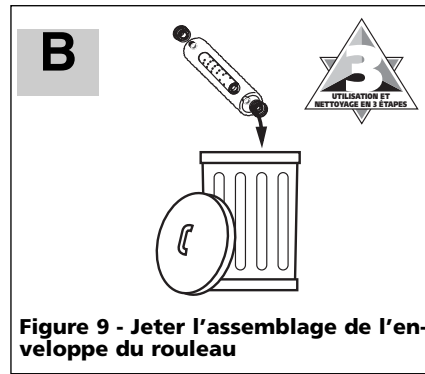

Figure 9 - Jeter l'assemblage de l'enveloppe du rouleau
- 4a. Vous pouvez soit rincer ces pièces à l'eau chaude pour les nettoyer ou les jeter (figure 9). Les troussees d'enveloppes de rouleaux de